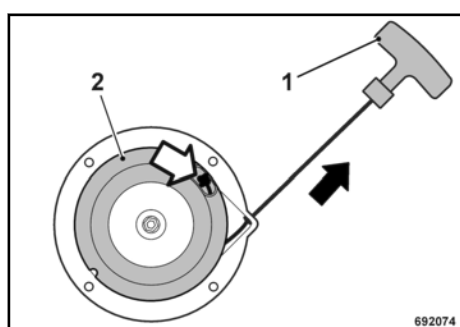

Fig. 66
Sacar el cable de arranque completamente por medio de la empuñadura de arranque (1) ➤ Fig. 66.